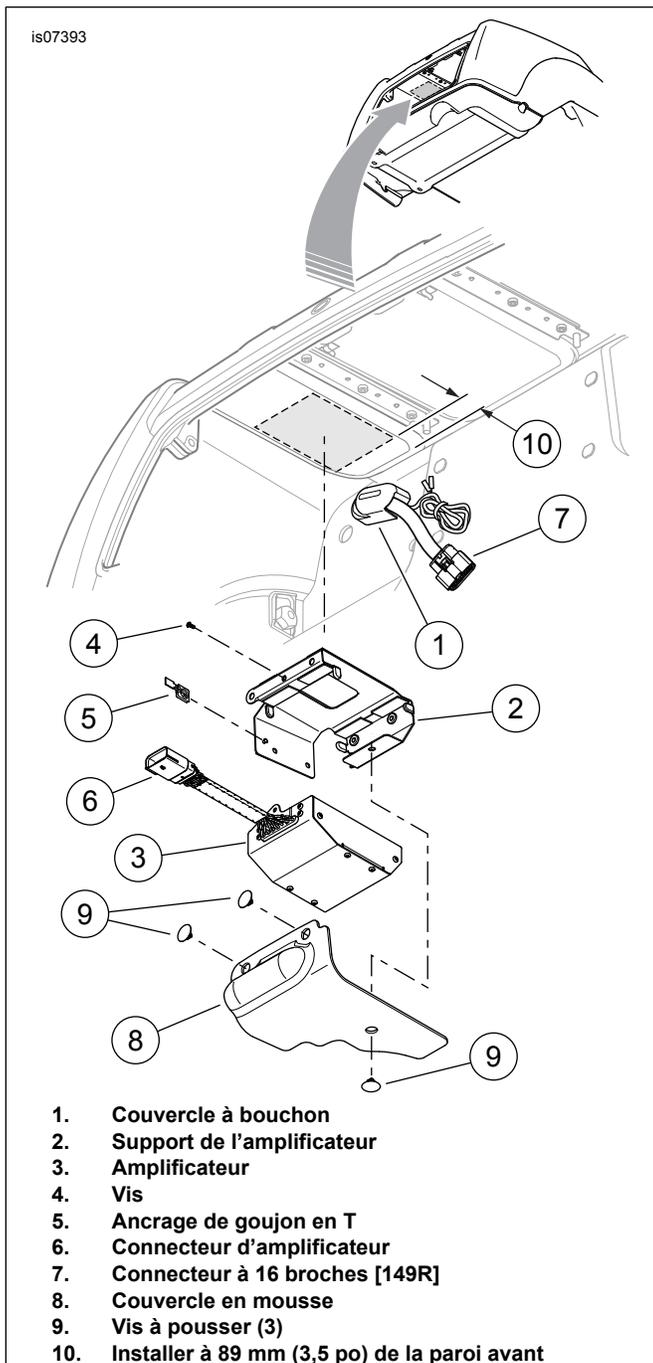

Figure 5. Montage secondaire d'amplificateur
3. Voir Figure 5. Installer le couvercle à bouchon (1) sur le connecteur de panneau et le faisceau de connexion volante depuis l'intérieur du coffre. Introduire deux vis à travers la bride de connecteur et la paroi du coffre, à partir de l'extérieur du coffre, puis les visser dans les trous filetés du couvercle à bouchon. Serrer à un couple de 3,95–4,52 N·m (35–40 in-lbs).
5. Voir Figure 5. Nettoyer la surface plane du dessous du haut du coffre, à l'arrière du couvercle à bouchon (1) du connecteur de panneau, avec un mélange de 50/50 d'alcool isopropylique et d'eau distillée. Laisser sécher complètement.
6. Retirer les doublures du support adhésif du support de l'amplificateur (2). Positionner le support avec précaution sur le dessous du haut du coffre tel qu'illustré, centré sur la surface plane, à environ 89 mm (3.5 in) de la paroi avant du coffre, puis appuyer fermement pour le mettre en place. Immobiliser le support en exerçant une pression constante pendant quelques minutes.
7. Positionner l'amplificateur (3) sur le support, avec les cônes métalliques à une extrémité ajustés fermement dans les œillets en caoutchouc du support.
8. Attacher l'amplificateur au support avec la vis (4).
9. Attacher l'ancrage de goujon en T (5) au connecteur d'amplificateur (6).
10. Brancher le connecteur à 16 fiches de faisceau de connexion volante [149R] (7) sur le connecteur d'amplificateur. Attacher l'ancrage au goujon en T sur le support d'amplificateur.